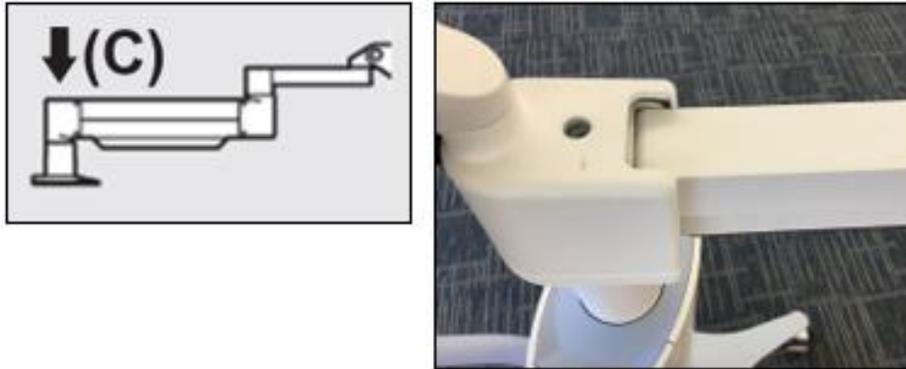

Figure 4-7. Réglage la tension du bras à l'aide de la vis de réglage de la résistance C
- Réglez la tension du bras à l'aide de **la vis de réglage de la résistance C**. Utilisez une clé Allen 7/32 et tournez la vis C dans le sens antihoraire jusqu'à ce que le bras commence à se relever tout doucement. Une fois le réglage effectué, le bras devrait imprimer un légèrement rebond après une légère pression vers le bas. Voir la figure 4-7.